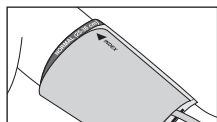

Рис.10
5. На застегнутой манжете метка «INDEX» должна указывать на область «NORMAL (25-36 см)». Это означает, что манжета подобрана правильно и соответствует размеру окружности плеча. Если метка указывает на область обозначенную «◀|||» или левее, то манжета мала и показания будут завышены. Если метка указывает на область «|||▶» или правее, то манжета велика и показания будут занижены (рис. 10).